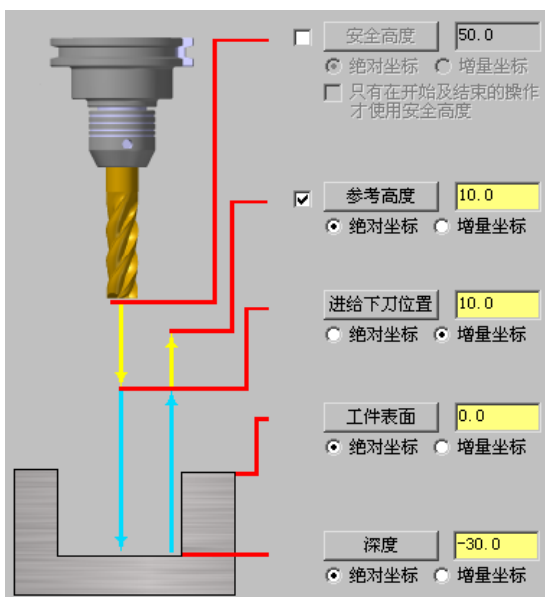

图 9.8.17 “共同参数”设置界面
Step5. 设置共同参数。单击  共同参数 节点，切换到“共同参数”界面，设置图 9.8.17 所示的参数。